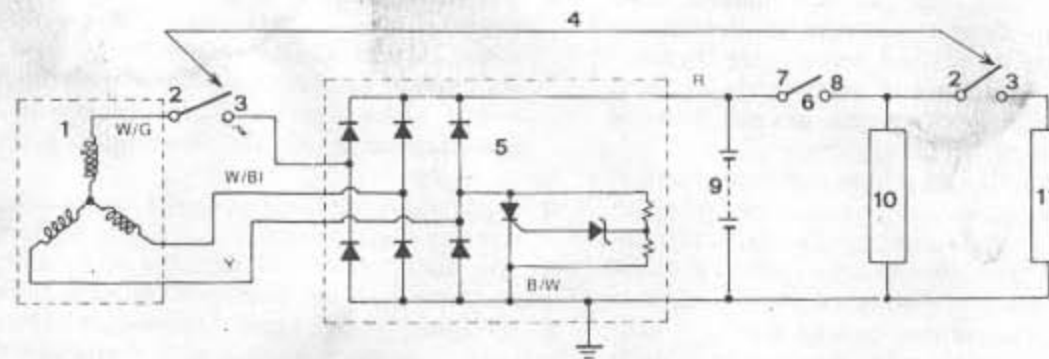

Bild 278 Ladekreis mit Spannungsregler/Gleichrichter – GS 425
7.3.6 Alternator: Testen – GS 425 (Bild 278)
Siehe Bild 278!